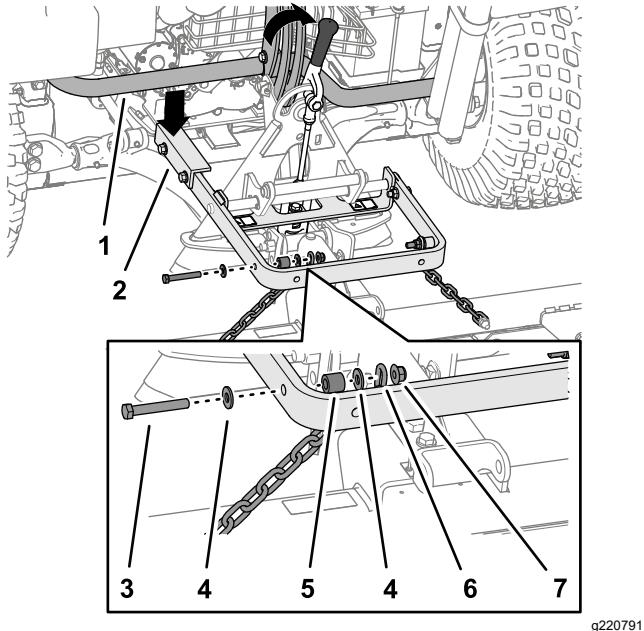

图 7
重要事项 提升臂总成的长臂必须位于主机后机架总成的下方 图 7。
因此当提起并移动附件时务必使用附件的连接器背面的手柄 图 7。
5. 使用 1 个螺栓 $\frac{3}{8} \times 2\frac{1}{2}$ 英寸、2 个垫圈 $\frac{3}{8} \times \frac{7}{8}$ 英寸、1 个隔片和 1 个锁紧螺母 $\frac{3}{8}$ 英寸将每个链条最上面的链环固定到提升臂(图 7)的外侧。